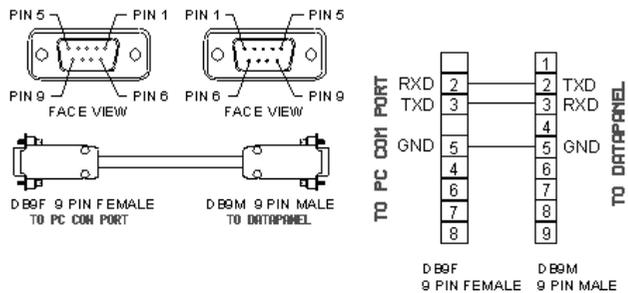

Рис. 2-4. Кабель Datarpanel-PC (загрузочный)
- Загрузочный кабель используется для передачи базы данных или протоколов из конфигуратора в Datarpanel (см. Рисунок 2-4). Кабель позволяет подключиться к стандартному РС и поставляется с конфигурационным программным обеспечением. Для нестандартных РС, проверьте конфигурацию контактов на стороне кабеля, подключаемой к РС, по документации РС.